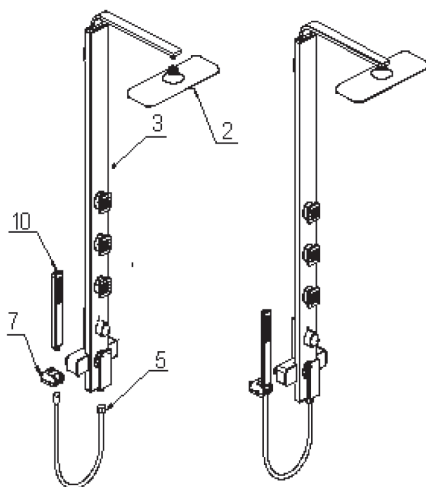

Рис. 10
8. Прикрутите верхний душ (2) и шланг из нержавеющей стали (5) к душевой стойке (3), соедините ручной душ (10) со шлангом из нержавеющей стали (5), вставьте ручной душ в держатель (7) (рис.10).